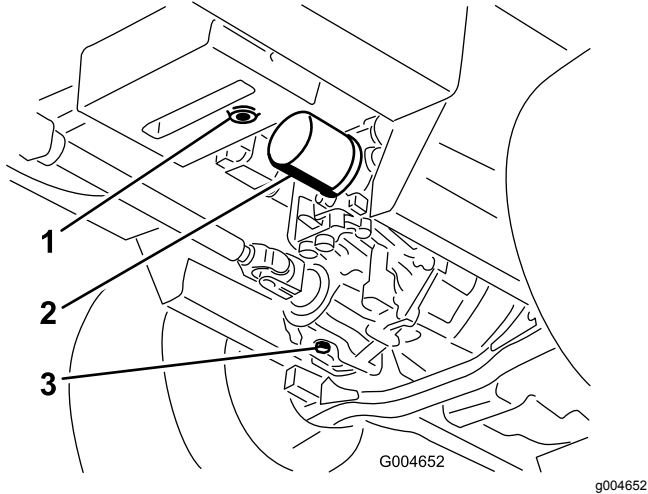

图57
3. 在液压油箱和变速箱下放一个大放油盘拔出排油塞排出所有液压油图57。
4. 清洁液压油过滤器周围的区域然后取下过滤器图57。